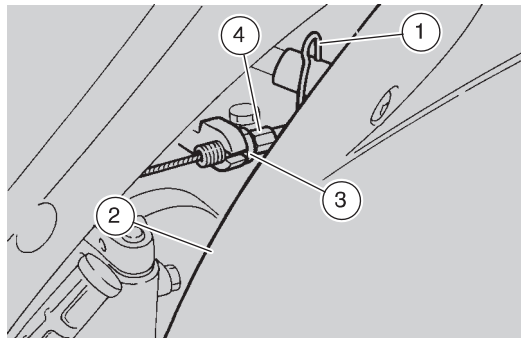

Fig. 20
- ôter la goupille (1-Fig. 20);
- déplacer le carénage vers l'extérieur (2- Fig. 20);
- desserrer le contre-écrou à l'extrémité inférieure du câble de l'embrayage (3-Fig. 20), côté droit du moteur;
- tourner le dispositif de réglage (4-Fig. 20) de façon à obtenir la course à vide prescrite;